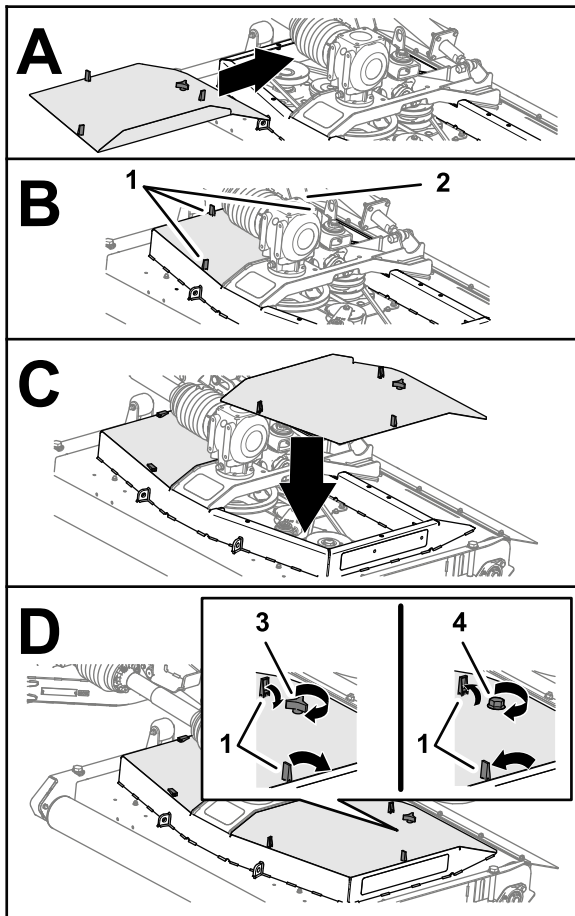

Figure 41
1. Alignez les verrous du carter de plateau et les trous du plateau de coupe (Figure 41).
2. Installez le carter de plateau sur le plateau de coupe (Figure 41).
3. Fixez le carter (Figure 41) comme suit :
4. Fixez les 3 verrous du carter au plateau de coupe (Figure 41).
5. Répétez les étapes 1 à 4 pour les autres carters que vous avez déposés (Figure 41).